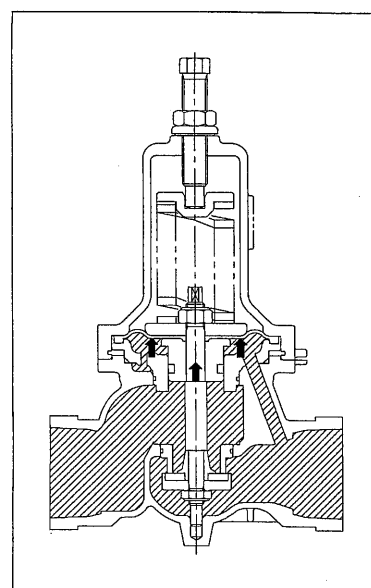

図 3
- 3.2 二次側へ流れ出た水の一部は、検出穴 A・B (25)、(11) ダイアフラム (12) の下部に入り、ダイアフラム (12) を持ち上げます。二次側が設定した圧力に達しますと弁体 (4) は閉弁します。(図 3 参照)